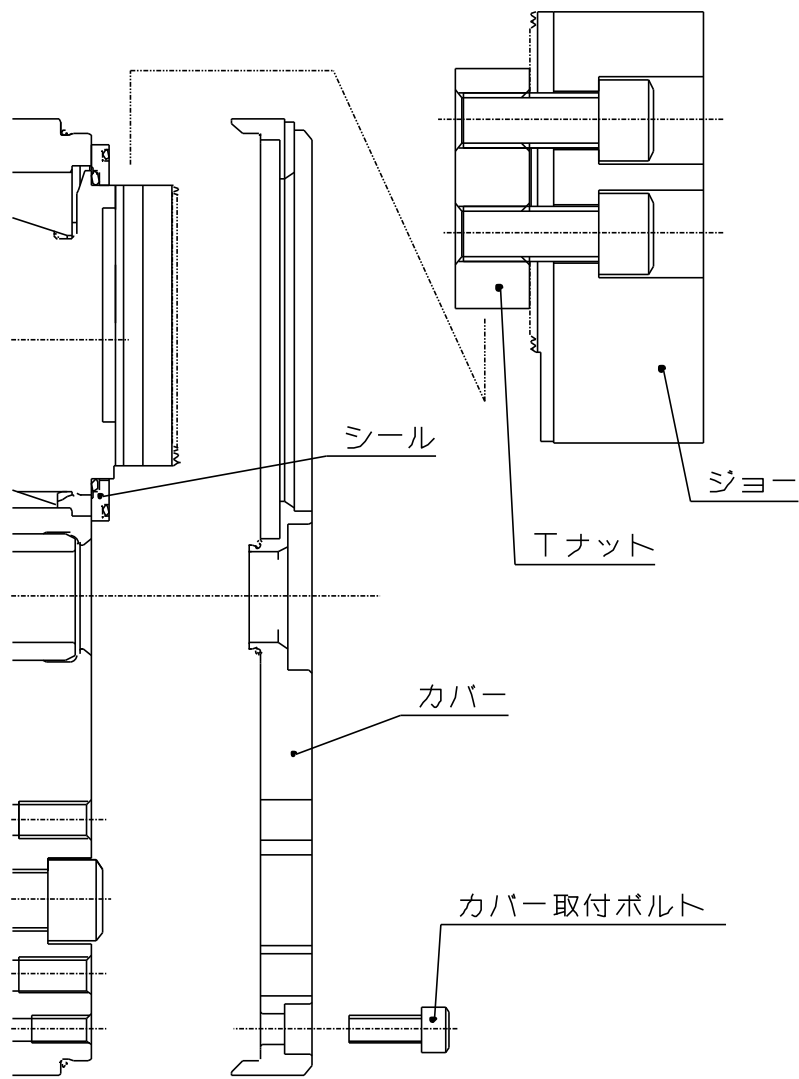

図 23
- ① ジョーが開の状態(プランジャが前進端)とし、作業前に必ず機械の主電源を切ってください。
- ② ジョーとロケータを取外して下さい。
- ③ チャック内部に切粉や切削水が入らないようにするために、チャック表面や外周を清掃します。
- ④ カバー取付ボルトを抜き取り、カバーを取外して下さい。(図 23)